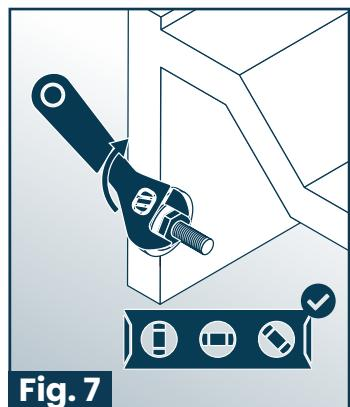

Fig. 7
7. Level the sink and use the adjustable wrench, or a standard 13mm wrench, to tighten the nut onto the bolts. (Fig. 7)
- Nivele el fregadero y use la llave ajustable, o una llave estándar de 13 mm, para apretar la tuerca en los pernos. (Fig. 7)
7. Nivelez l'évier et utilisez la clé à molette ou une clé standard de 13 mm pour serrer l'écrou sur les boulons.. (Fig. 7)